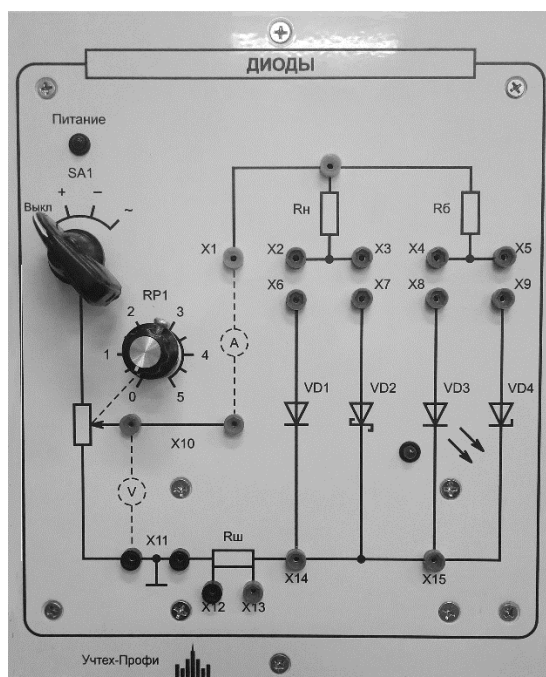

Рис. 6.1. Модуль «Диоды»
При выполнении работы используются следующие модули лабораторного стенда «Электроники и схемотехника: «Диоды», «Мультиметры», а также двухканальный осциллограф. Лицевая панель модуля «Диоды» представлена на рис. 6.1. На ней приведена мнемосхема и установлены коммутирующие и регулирующие элементы. На мнемосхеме изображены: выпрямительный диод VD_1 , диод Шоттки VD_2 , светодиод VD_3 , стабилитрон VD_4 , потенциометр RP_1 для изменения подаваемого напряжения, резистор $R_H = 150 \text{ Ом}$, и балластный резистор $R_6 = 1,1 \text{ кОм}$. Резистор R_H используется в качестве ограничивающего ток при снятии характеристик и в качестве сопротивления нагрузки при исследовании выпрямителя. Переключатель $SA1$ предназначен для включения переменного или постоянного напряжения (положительного или отрицательного), а также выключения питания модуля. Шунт $R_{ш} = 10 \text{ Ом}$ служит для осциллографирования сигнала, пропорционального току через диод. На передней панели размещены также гнезда для осуществления внешних соединений ($X1 - X15$).
- б) принципиальные электрические схемы для выполненных экспериментов в соответствии с мнемосхемой, представленной на рис. 6.1;